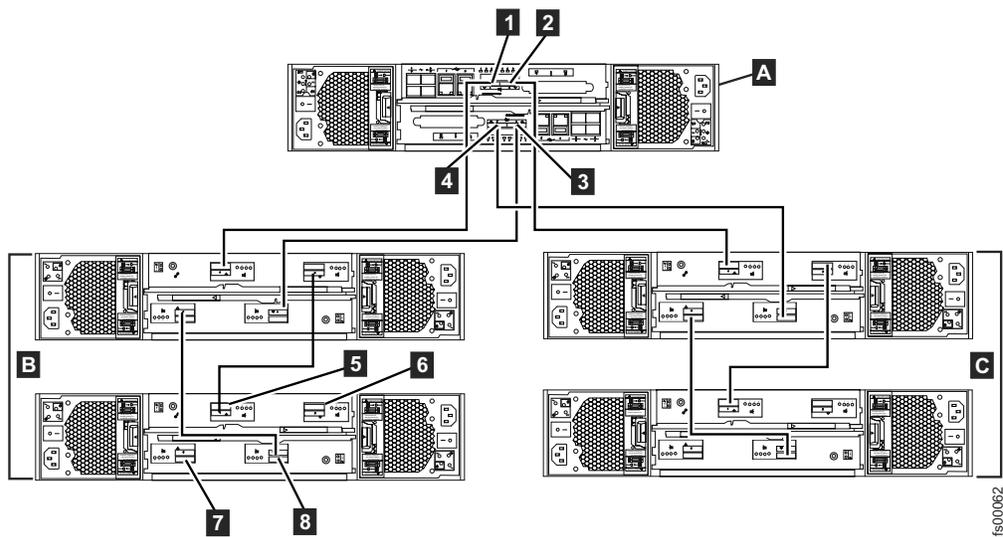

Figure 33. Connexions câblées internes entre le boîtier de commande (A) et les boîtiers d'extension (B et C).
Le tableau qui suit renvoie à la figure 33, à la page 46.
- Consultez tableau 14 et les figures suivantes avant de connecter les câbles SAS. Le tableau qui suit renvoie à la figure 33.